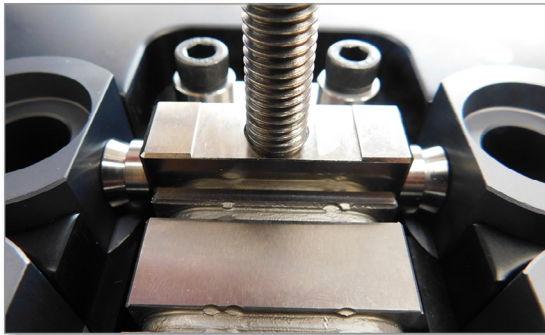
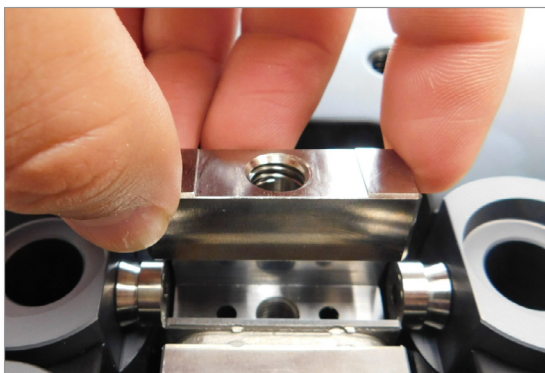

Abbildung 5-102 Mit einem Hubbolzen M10 montieren
Abbildung 5-103 Von Hand montieren
1. Montieren Sie die Schmelzblockbaugruppe mit einem M10-Hubbolzen oder von Hand. Siehe Abbildung 5-102 und Abbildung 5-103.